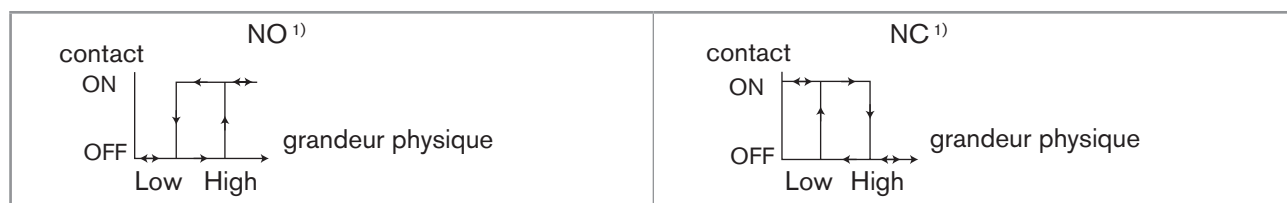
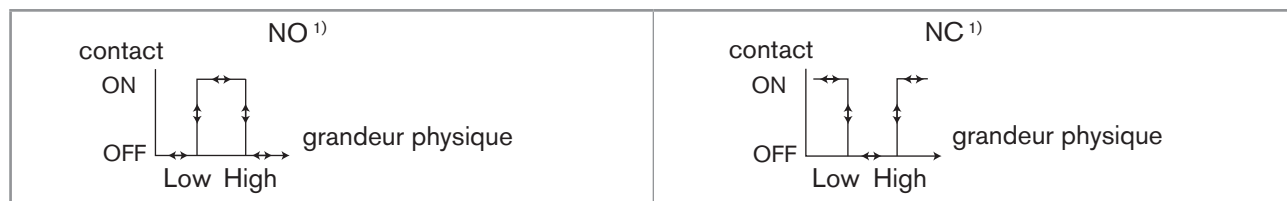

Fig. 34 : Fonctionnement en hystérésis
Fig. 35 : Fonctionnement en fenêtre
**MODE** : choisir le fonctionnement, hystérésis ou fenêtre, de la sortie transistor 1 ou de la sortie transistor 2. Voir Fig. 34 et Fig. 35.
**LOW** : choisir la valeur du seuil de commutation bas de la sortie transistor 1 ou de la sortie transistor 2. Voir Fig. 34 et Fig. 35.
**HIGH** : choisir la valeur du seuil de commutation haut de la sortie transistor 1 ou de la sortie transistor 2. Voir Fig. 34 et Fig. 35.
**CONTACT** : choisir le type de position de repos (normalement ouvert, NO, ou normalement fermé, NC) de la sortie transistor 1 ou de la sortie transistor 2. Voir Fig. 34 et Fig. 35.
La commutation n'est effectuée que si l'un des seuils, haut ou bas (fonctions "High" ou "Low") est dépassé pendant une durée supérieure à cette temporisation. Voir Fig. 34 et Fig. 35. La temporisation avant commutation est valable pour les deux seuils de sortie.